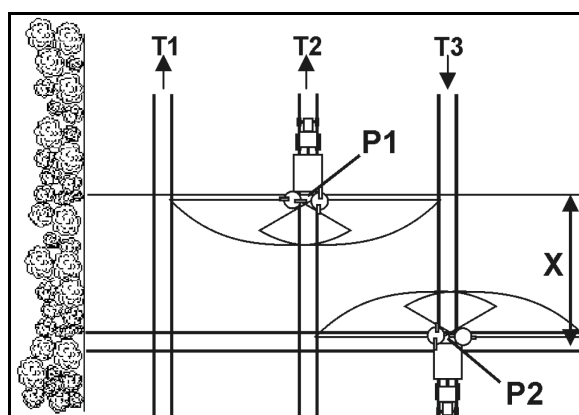

Fig. 88
- ouverture des clapets de fermeture après l'engagement dans la voie jalonnée au point P1 (Fig. 88), lorsque les disques d'épandage du parcours X sont éloignés de la voie jalonnée de la tournière.
- fermeture de la trappe avant la sortie de la voie jalonnée au point P2 (Fig. 88), lorsque les disques d'épandage se trouvent à hauteur de la première voie jalonnée de la tournière.